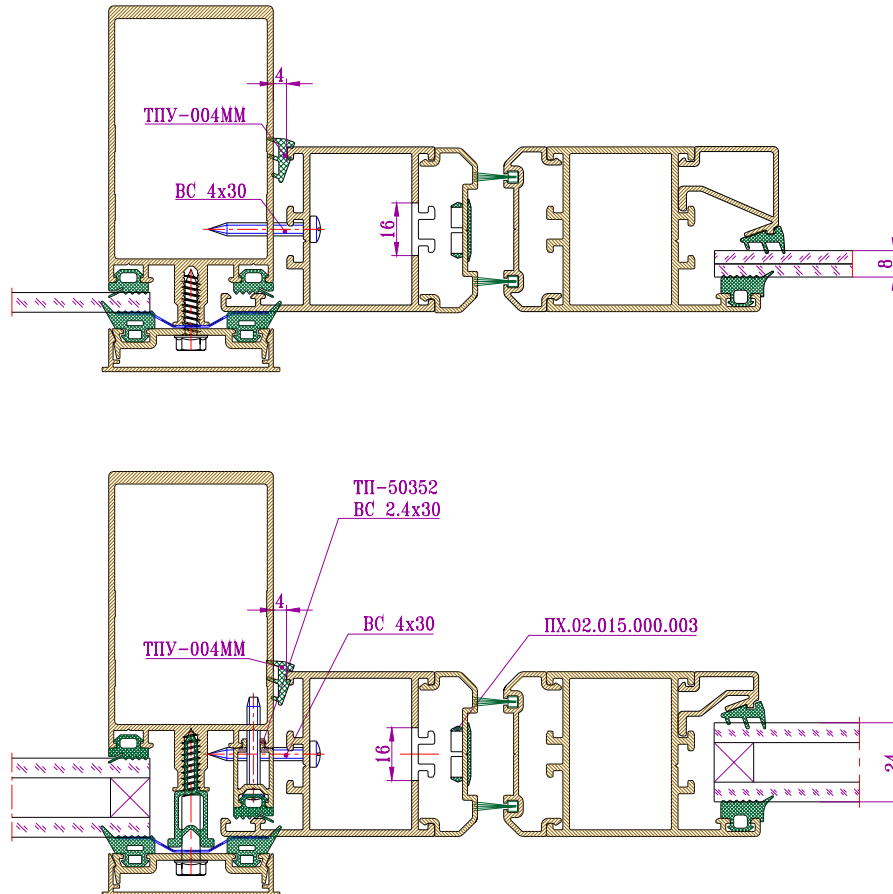

Рис. 6-24 Установка и крепление маятниковой двери со стеклом, стеклопакетом в витраж
- Зафиксировать дверь винтами самонарезающими ВС 4x30, шаг 300 мм (рис. 6-24);